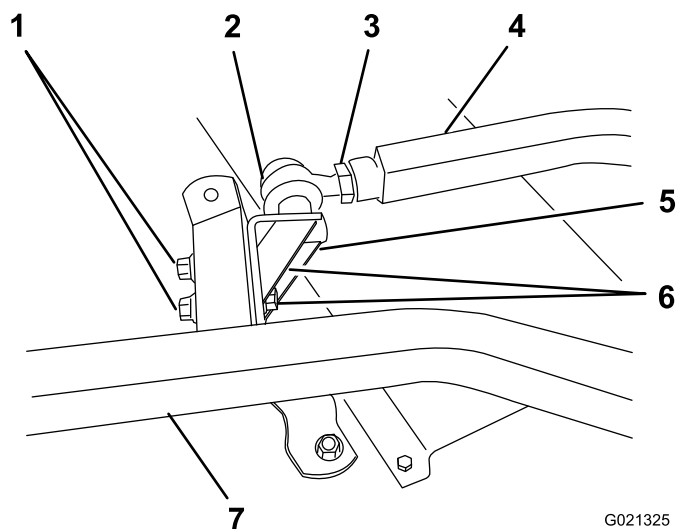

Figura 23
- Haga que otra persona haga presión hacia abajo con cuidado sobre el brazo de empuje izquierdo mientras que usted retira los tornillos de caperuza, las arandelas planas y las contratuercas que sujetan el soporte de la articulación esférica al brazo de la rueda giratoria de la unidad de corte (Figura 23). Ahora y con cuidado, la otra persona puede dejar que el brazo de empuje se desplace hacia arriba, lo que aliviará gradualmente la tensión de 68 kg del muelle.
5. Haga que otra persona haga presión hacia abajo con cuidado sobre el brazo de empuje izquierdo hasta que los taladros del soporte de la articulación esférica estén alineados con los taladros del brazo de la rueda giratoria (Figura 23). En seguida, coloque un bloque de madera de 102 x 102 mm entre el bastidor y la parte superior del brazo de empuje.